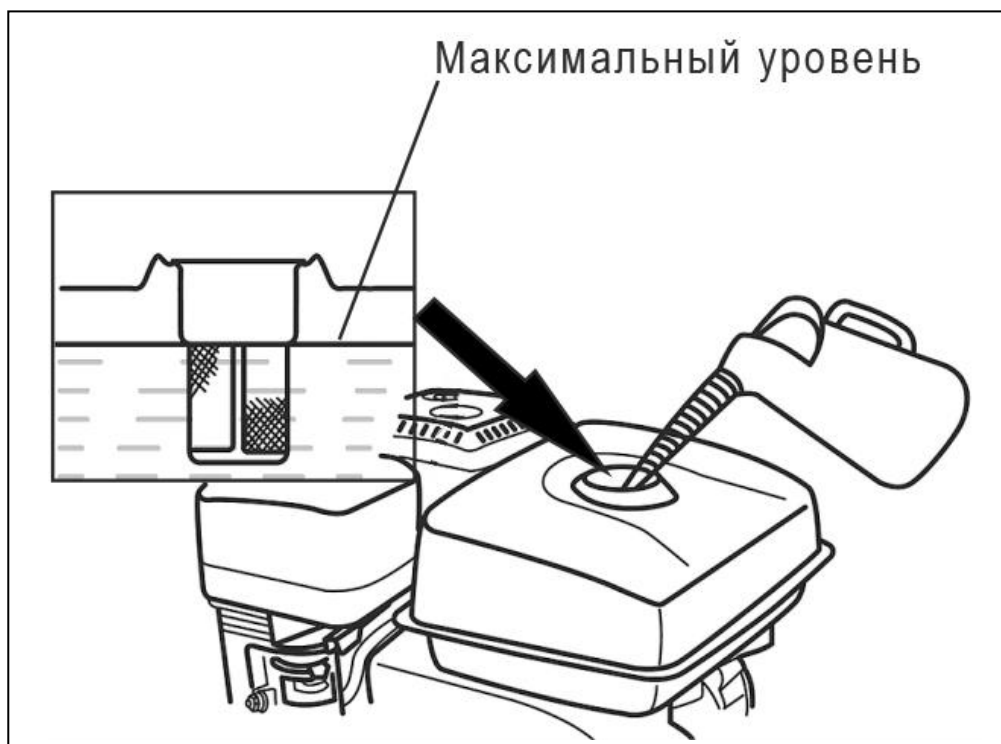

Рис. 10. Максимальный уровень топлива в баке.
3. Залейте бензин в топливный бак при помощи специальной емкости до максимального уровня, как это показано на Рис. 10.